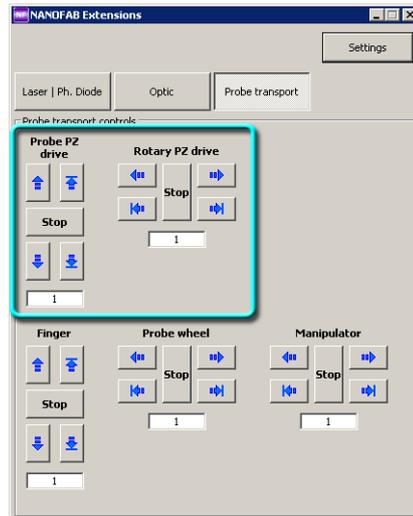

Рис. 11-5. Управление манипулятором установки зондовых головок
5. Выдвиньте шток манипулятора установки зондовых головок в крайнее нижнее положение. Для этого перейдите на вкладку **Probe transport** и щелкните на кнопке  панели **Probe PZ drive** (Рис. 11-5).